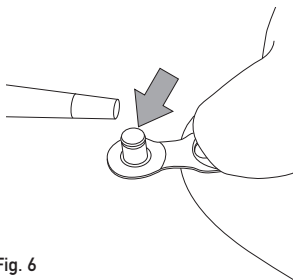

Fig. 6
- Lubrificate i perni della C-Link™ utilizzando un lubrificante specifico per catene (Fig. 6).